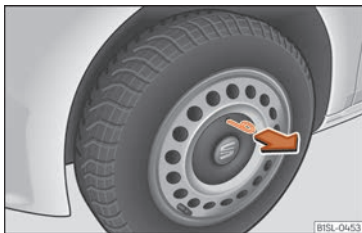

Fig. 51 Retireu el tapaboques de la llanda d'acer.
- Per desmuntar-lo, agafeu el ganxo de filferro de les eines de bord i enganxeu-lo a la vora de l'embellidor » » » **fig. 51**.